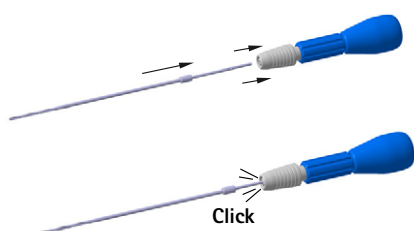

Fig. 3 Assemblaggio del perforatore
- Inserire il perforatore nell'impugnatura per perforazione (FJ839R), vedere Fig. 3